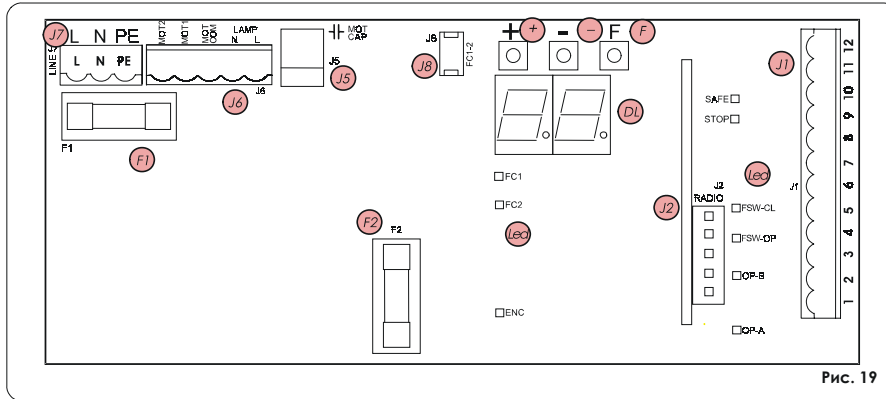

Рис. 19
Предохранители	2 (см. рис. 19)
- всегда подключайте заземление к разъему J7(рис. 19 и 35).